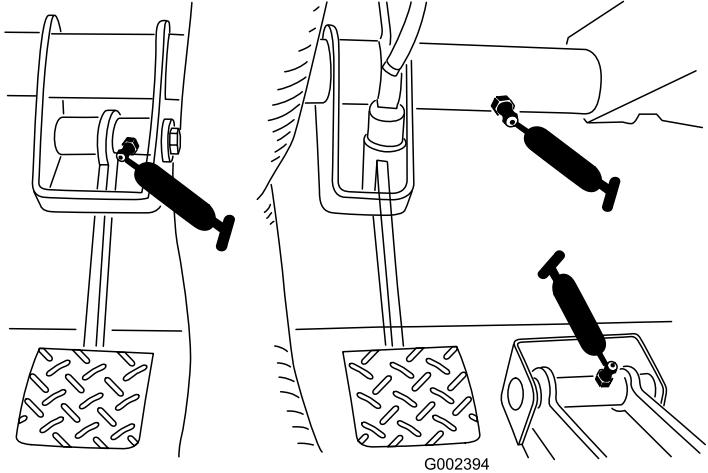

Figura 40
- Embraiagem (1), acelerador (1), travões (qtd.1) (Figura 40)